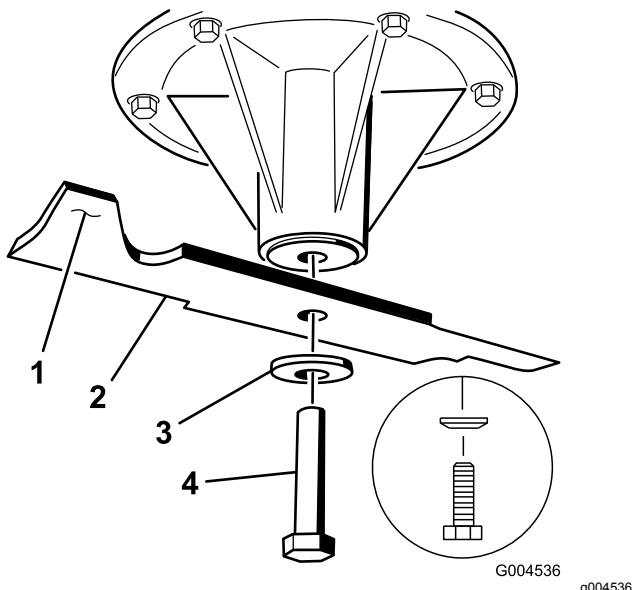

Figura 105
- Instale la cuchilla en el eje (Figura 105).
- Instale la arandela de muelle y el perno de la cuchilla (Figura 105).
Nota: El cono de la arandela elástica debe estar orientado hacia la cabeza del perno (Figura 105).